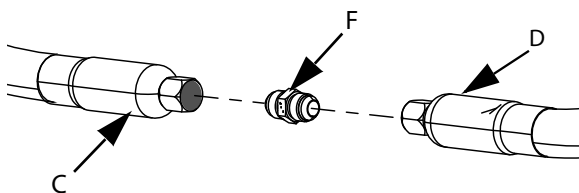

Рис. 24
- 6. При использовании двух шлангов (C и D) примените фитинг шланга подачи 1 для шланга подачи 2 (F), чтобы подключить шланг подачи 1 (C) к шлангу подачи 2 (D). См. Рис. 24.